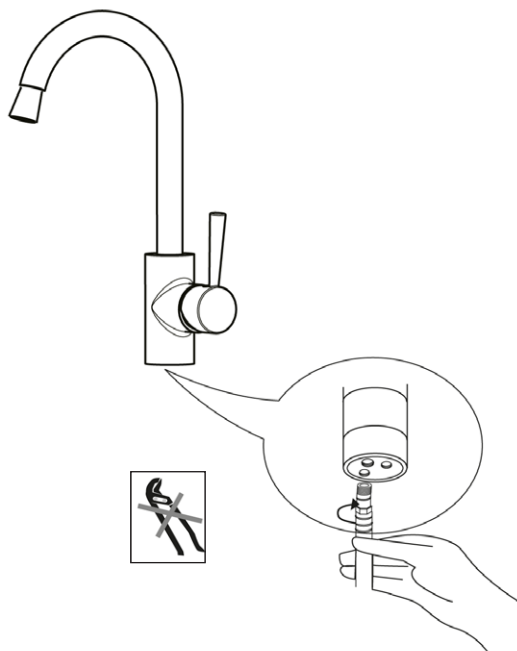

Fig. 1: Montering af tilslutningsslanger.
1. Monter først tilslutningsslangerne på blandingsbatteriets indsats som vist på fig. 1. **OBS!** Brug kun håndkraft (ikke værktøj).